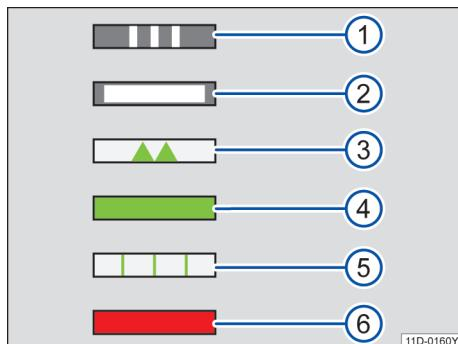

图 120 充电状态指示灯
→ 图 120①闪烁：车辆建立与充电基础设施的通信，充电处于初始化阶段。
→ 图 120②灯持续亮起：照明功能，具体说明如下。
→ 图 120③间歇性亮起：高压电池正在充电。
→ 图 120④灯持续亮起：成功完成充电过程。
→ 图 120⑤闪烁：激活定时充电且未开始充电过程。
→ 图 120⑥灯持续亮起：充电系统有故障。